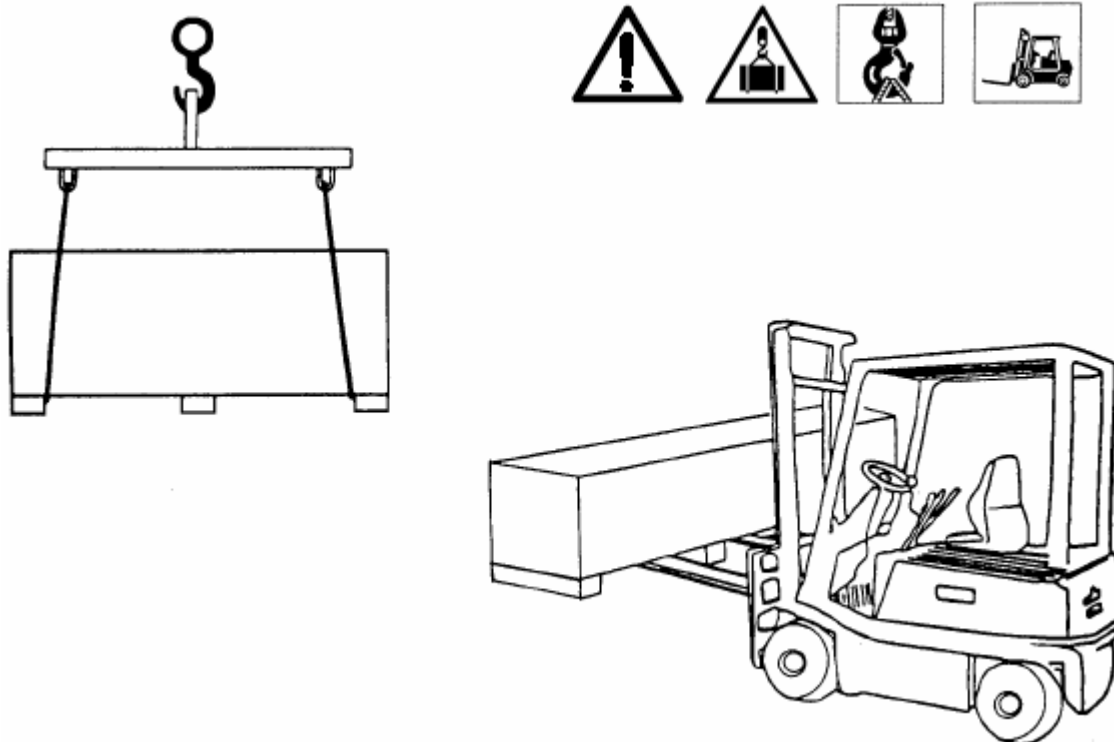

Рис. 3
- Операции по подъему должны производиться, как показано на рис. 3.